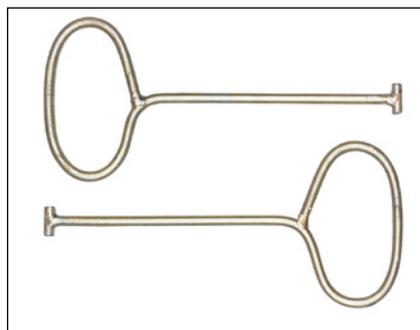
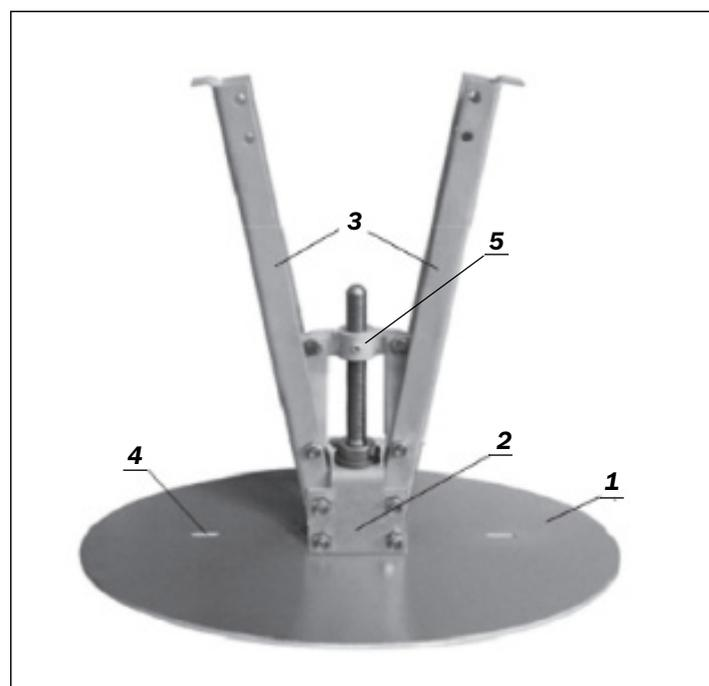

Рисунок 1.3 – Крюки для установки (извлечения) УЗНКЛ.
Рисунок 3.1 – УЗНКЛ в сборе
1.4 Установку (извлечение) разблокированного УЗНКЛ в корпус люка осуществляются с помощью двух крюков (рисунок 1.3), Т-образные концы которых вводить в пазы плиты УЗНКЛ (см. рисунок 3.1).